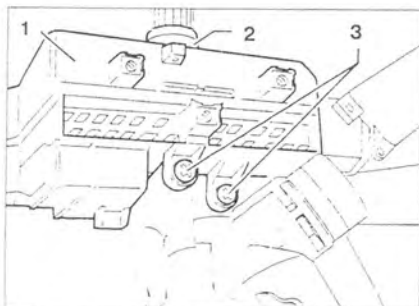

Рис. 7.9. Открутите болты 3 и снимите замок зажигания 1 с рулевого вала 2.
12. Открутите болты 3 и снимите замок зажигания 1 с рулевого вала 2 (рис. 7.9).